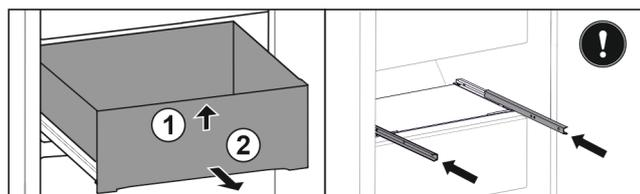

Fig. 158
- ▶ Soulever la partie avant du tiroir. Fig. 158 (1)
- ▶ Retirer le tiroir par l'avant. Fig. 158 (2)